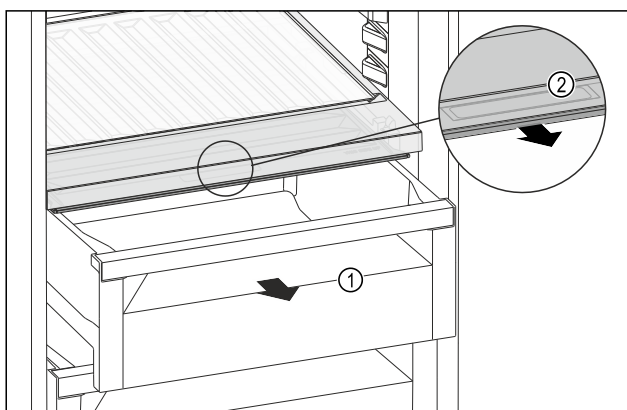

Fig. 171
- ▶ Húzza ki a fiókot Fig. 171 (1).
- ▶ Fogja meg a süllyesztett fogantyút Fig. 171 (2) a rekeszfedélen, és ezzel egy időben húzza előre felé a rekeszfedélet.